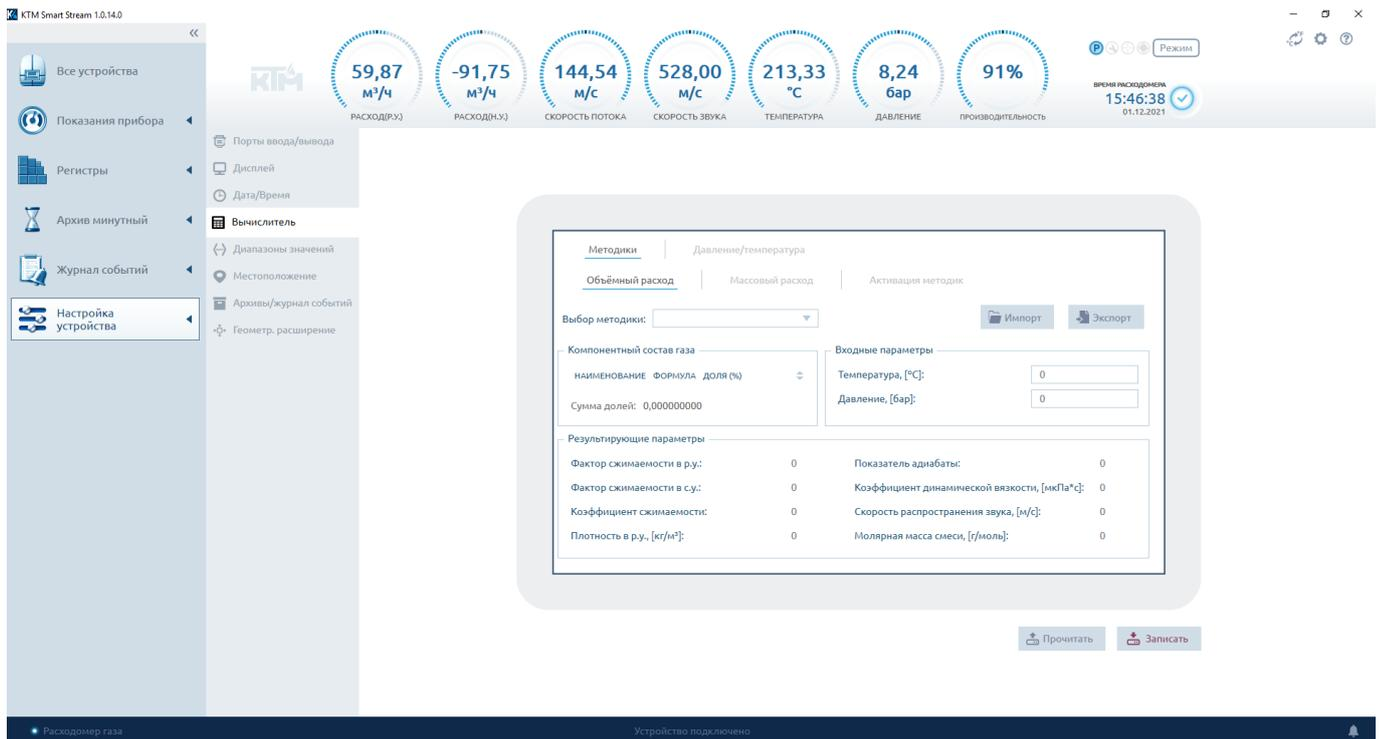

Рисунок 29 – Настройки вычислителя
- установить компонентный состав и параметры измеряемой среды (рис. 29);